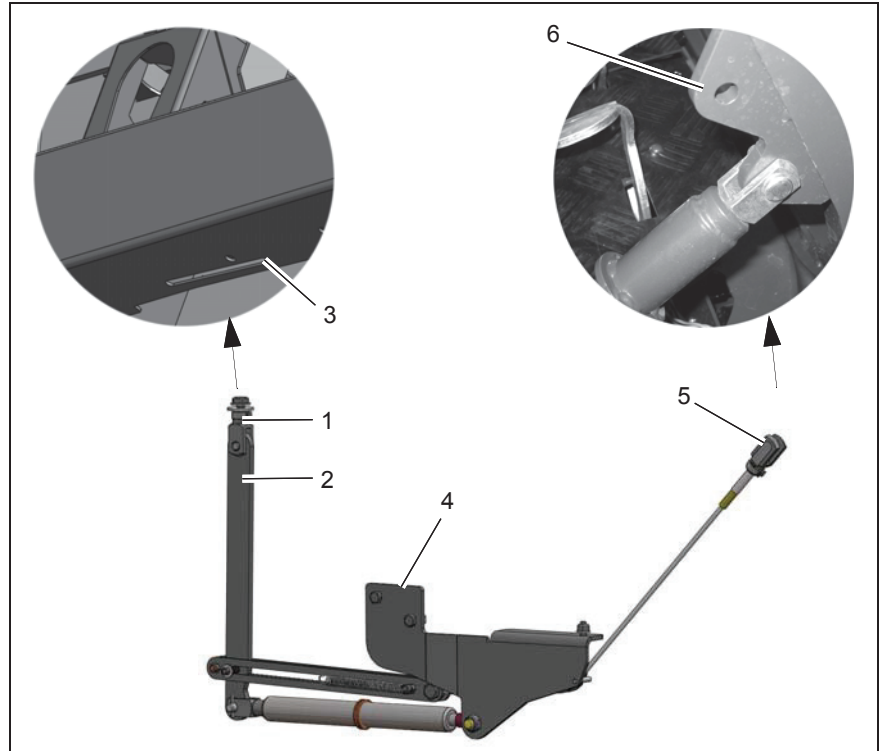

Abb.5
5. Gabelkopf (Abb. 5/1) mit Federklappbolzen abnehmen. Hebel (Abb. 5/2) von unten durch den Schlitz (Abb. 5/3) am Fahrzeugrahmen führen.
7. Platte (Abb. 5/4) am Fahrzeugrahmen mit zwei Schrauben M10x30, Muttern M10 und Scheiben montieren.
9. Gabelkopf des Seilzuges (Abb. 5/5) an der Lasche (Abb. 5/6) montieren.